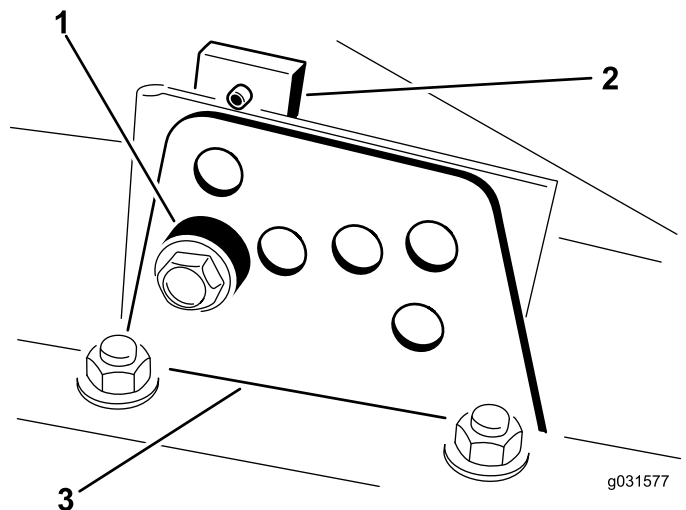

図 16
2. 図 16 のように、各刈り高ブラケットを刈り高プレート前と右と左に固定しているボルトをゆるめる。
4. チェンバを支えておきながらスペーサを取り外す 図 16。